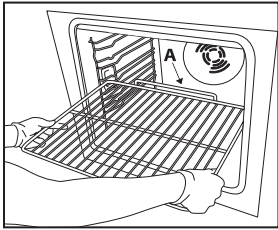

Fig. 1
1. Sett risten vannrett inn, slik at den opphøyde delen «A» peker opp (fig. 1).